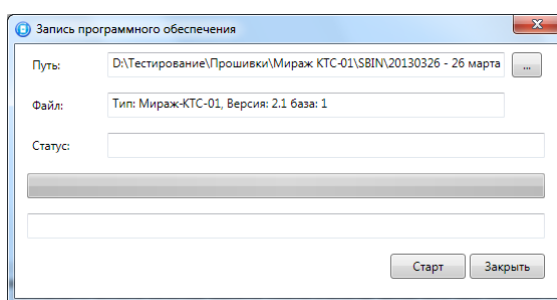
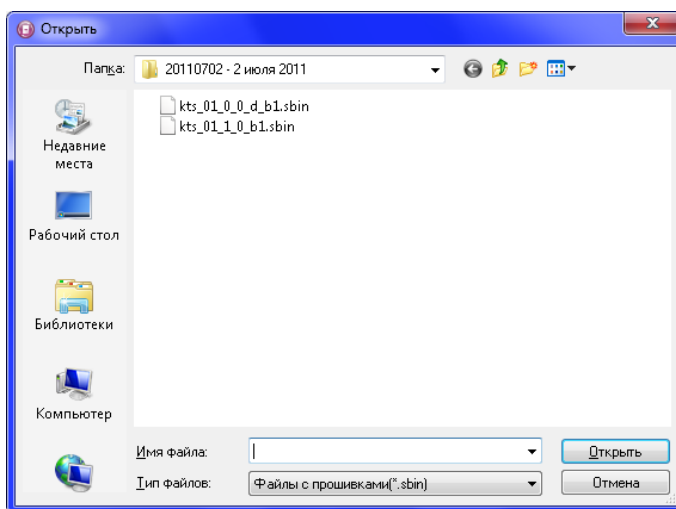

Рис. 38 Задание файла прошивки
Рис. 39 Выбор файла прошивки
- ✓ в открывшемся окне *Загрузка ПО* выберите файл прошивки с расширением *.sbin (рис. 38);
Для выбора файла прошивки нажмите кнопку  и в открывшемся окне *Открыть* выберите папку, имя файла и нажмите кнопку *Открыть* (рис. 39).
- ✓ в открывшемся окне *Загрузка ПО* выберите файл прошивки  с расширением *.sbin (рис. 38). Для выбора файла прошивки нажмите кнопку  и в открывшемся окне *Открыть* выберите папку, имя файла и нажмите кнопку *Открыть* (рис. 39);
- ✓ в открывшемся окне *Загрузка ПО* укажите наименование загружаемого файла прошивки с расширением *.sbin (рис. 38);
- ✓ для выбора файла прошивки нажмите кнопку  и в открывшемся окне *Открыть* выберите папку, имя файла и нажмите кнопку *Открыть* (рис. 39);